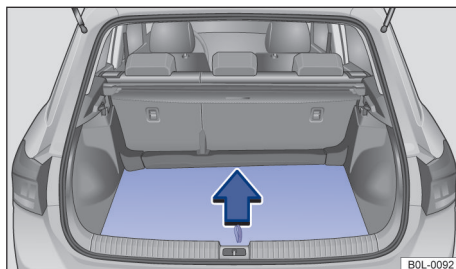

图 118 行李箱内：打开行李箱底板
- 抓住行李箱底板上的环形拉手 → 图 118 并抬起行李箱底板。